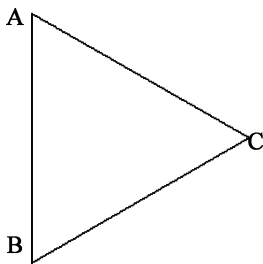

图 15-89 旋转等边三角形
(2) 单击“默认”选项卡“修改”面板中的“旋转”按钮, 以顶点 B 为旋转中心点, 逆时针旋转 30°, 旋转结果如图 15-89 所示。